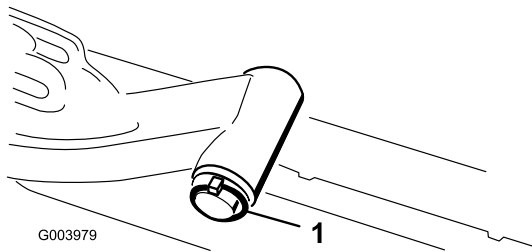

図 9
- A. 昇降アームのピボット・シャフトを昇降アームに固定しているリンチ・ピンとワッシャを外し、昇降アームからピボット・シャフトを抜き出す（図 9）。
C. 昇降アームのシャフトを昇降アームに差し込み、ワッシャとリンチ・ピンで固定する（図 9）。